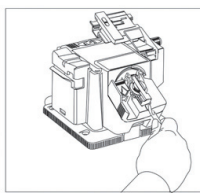

рис.3
6.2.8 Поместите зажимное устройство со сверлом в направляющее отверстие в центре шлифовального диска (рис. 3).